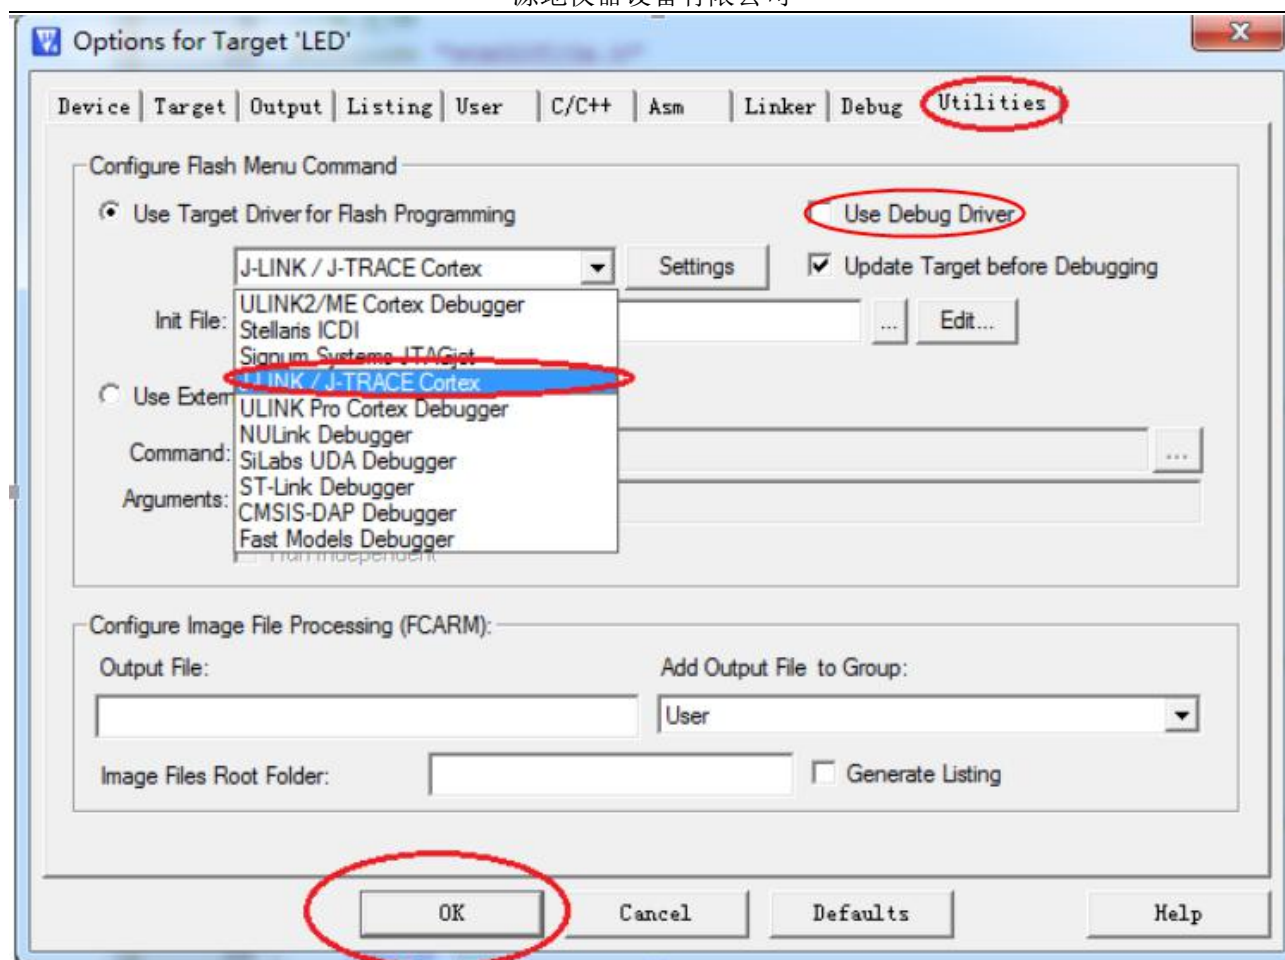

图 29
3.37、在 Utilities 选项下选择 J-LINK/J-TRACE Corte，然后点击“OK”设置按成，如图 29